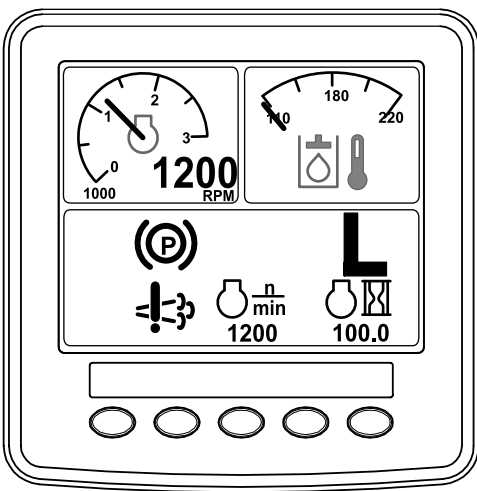

Figura 47
- O ícone da regeneração de recuperação surge no InfoCenter (Figura 47).